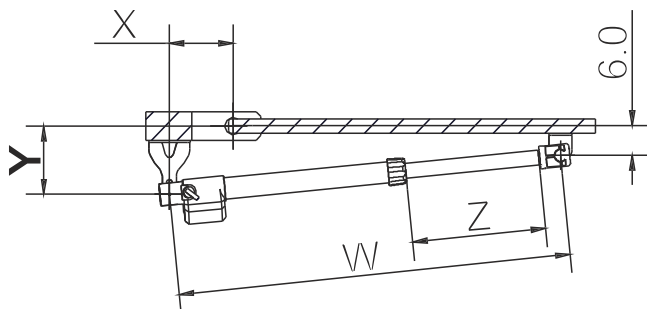

FIG. 4
- 4 - Fijar el soporte A sobre el pilar que se encuentra al lado de la verja respetando las cotas indicadas en la TAB. 1 y FIG. 4. No olvidar la inclinación.